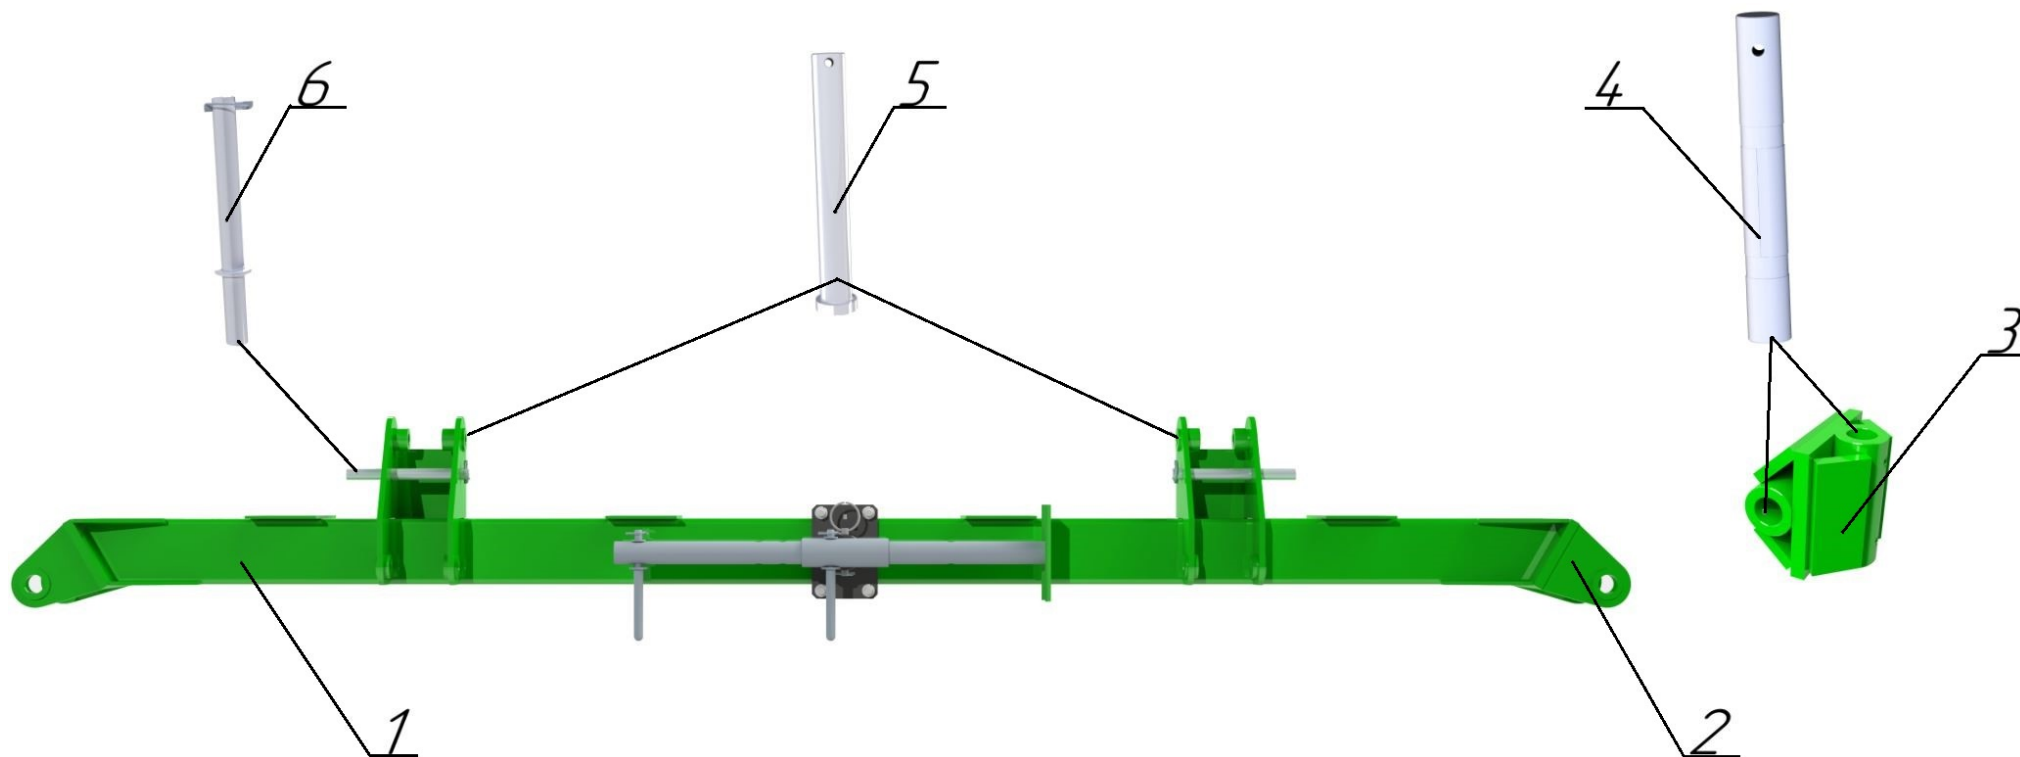

Рисунок 5 – Балка центральная
Балка центральная (см. рисунок 5) представляет собой сварную конструкцию, состоящую из трубы (1) квадратного сечения, щек (2) для соединения с крестовиной (3), при помощи пальцев (4) для соединения с продольной балкой, для крепления гидроцилиндров используется палец (5), а также стопорный палец (6) для фиксации гидроцилиндров.